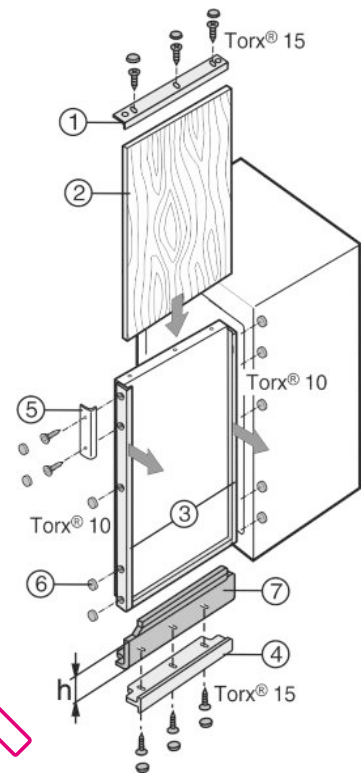

Fig. 7
- ▶ Dévisser les cadres d'habillage Fig. 7 (1, 4) en haut.
- ▶ Desserrer les vis sur les autres cadres d'habillage Fig. 7 (3, 4) et glisser les cadres vers l'avant.
- ▶ Insérer le panneau décor Fig. 7 (2).
- ▶ Repousser et revisser les cadres d'habillage Fig. 7 (3, 4).
- ▶ Revisser les cadres d'habillage Fig. 7 (1, 4) en haut.
- ▶ Visser la poignée Fig. 7 (6).
- ▶ Placer les cache-vis Fig. 7 (7) sur toutes les têtes des vis.
- ▶ Dévisser les cadres d'habillage Fig. 7 (1, 4) en haut et en bas.
- ▶ Poser les cornières de compensation Fig. 7 (8, 9) en bas et/ou en haut.
- ▶ Poser les cadres d'habillage Fig. 7 (1, 5) par-dessus et revisser.
Quand un panneau décor est déjà disponible, mais celui-ci est trop petit en hauteur, il peut être adapté avec des cornières de compensation Fig. 7 (7) de différentes hauteurs.